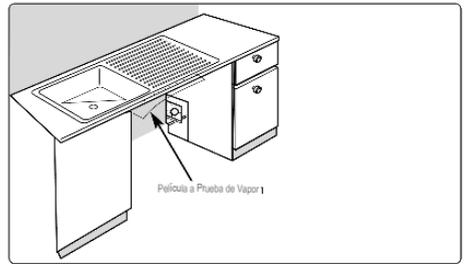

FIG. 5
- Como se muestra en la FIG.5.